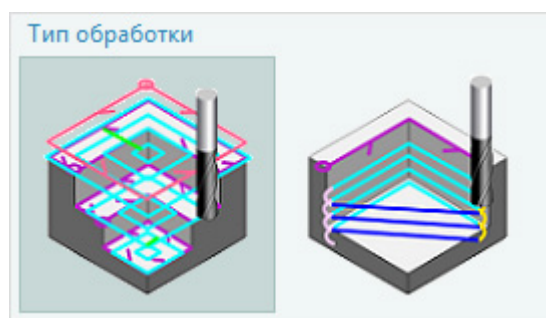

Рис. 3.6. Выбор типа обработки
**Раздел черновой обработки:** выбор Типа обработки. При определенных параметрах выбранной обрабатываемой геометрии, становится доступным выбор типа обработки: «Полная» и «Профиль» (рис. 3.6).